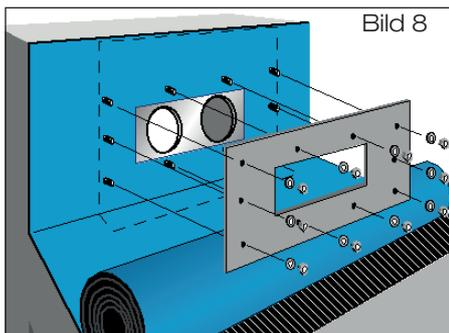

Bild 8
- 1.8 Dampfsperbahn mit Losflansch und beiliegenden Schrauben verkleben (Bild 8). Beiliegende Schrauben mit Steck- oder Ringschlüssel SW 13 gegenüberliegend anziehen. Anzieh-Drehmoment: 20 Nm (Dampfsperbahn aus Bitumen) bzw. 30 Nm (Dampfsperbahn aus Kunststoff). Dichtelemente in Muffen des Schiebeflansches einlegen.